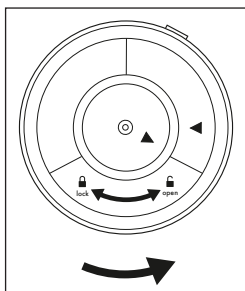

Fig. 1
2. Coloque la unidad principal 7 boca abajo para acceder al cierre del compartimento para pilas 13. Gire el cierre del compartimento para pilas 13 en sentido antihorario hacia la indicación **open**  hasta que pueda retirar el cierre del compartimento para pilas 13 (consulte la fig. 1).